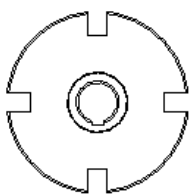

图 4.9.13 图元组
(1) 选择下拉菜单 **编辑(E)** → **绘制组(G)** 命令, 系统弹出 **DRAFT GROUP (绘制组)** 菜单。
(2) 在该菜单中选择 **Create (创建)** 命令, 在系统 **选取草图图元来创建组。** 的提示下, 按住 Ctrl 键选取 Step2 中刚创建的图元, 选择 **Done/Return (完成/返回)** 命令。
(3) 在系统 **输入组名[退出]** 的提示下, 输入 “group”, 单击 **✓** 按钮, 完成后如图 4.9.13 所示。